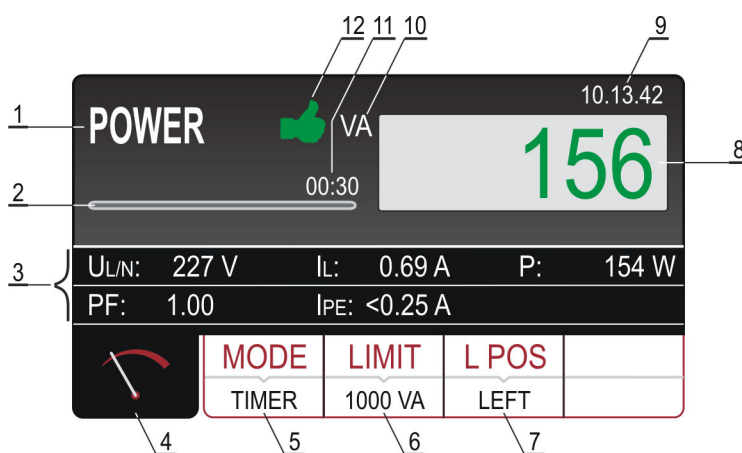

Abb. 36: Bildschirmseite der Testergebnisse der LEISTUNG
7. Messen Sie durch Drücken der **START/STOP** Taste. Die Messung wird durch ein erneutes Drücken der **START/STOP** Taste oder am Ende der eingestellten Messzeit aktiviert/deaktiviert. Das Testergebnis (Scheinleistung) wird grün angezeigt wenn niedriger oder gleich oder rot angezeigt wenn höher als der eingestellte Grenzwert. Das Endergebnis wird zusammen mit dem grünen Symbol  und einem kurzen Signalton (Ergebnis OK) oder zusammen mit dem roten Symbol  und einem längeren Signalton (Ergebnis nicht OK) angezeigt. Die Abbildung 36 zeigt ein Beispiel der Bildschirmseite mit den Messergebnissen.